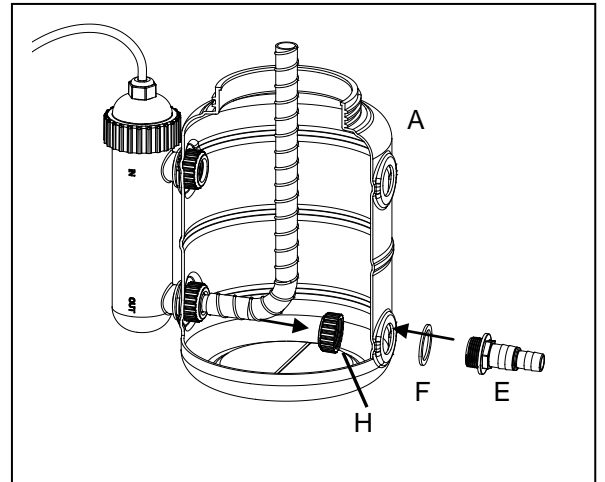

Fig. 2
2. Ensamble el anillo de retención, adaptador y junta. Fig. 2